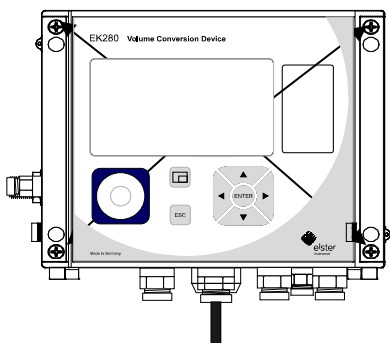

Abb. 30
1. Abb. 30: **1**,) Lösen Sie die vier Schrauben mit denen das Gehäuse verschlossen ist.
9. Schließen Sie das Gehäuse mit Hilfe der dafür vorgesehenen Schrauben (Abb. 30: **1**).